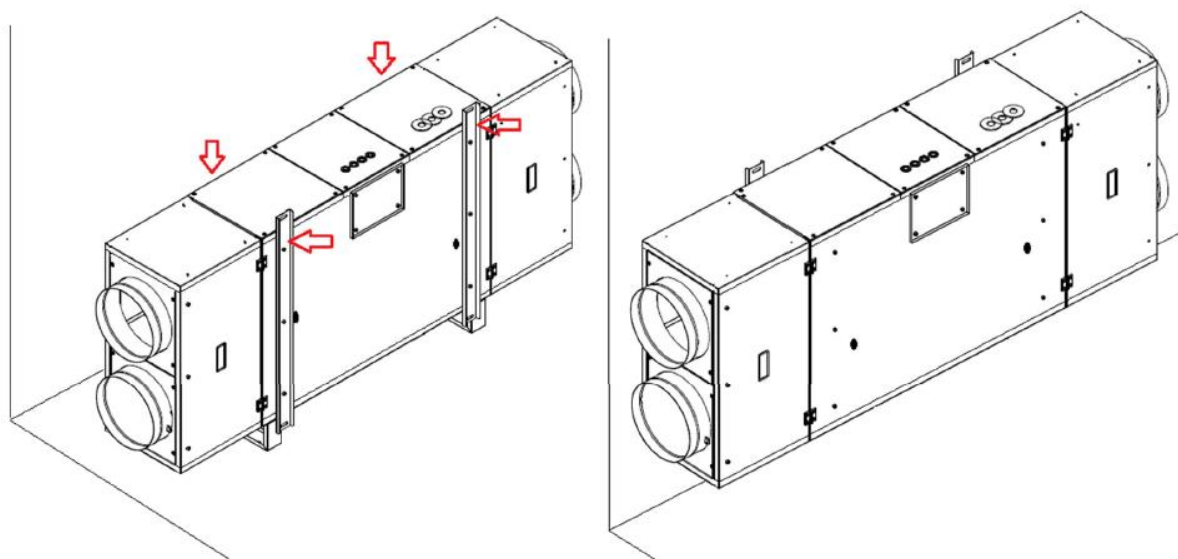
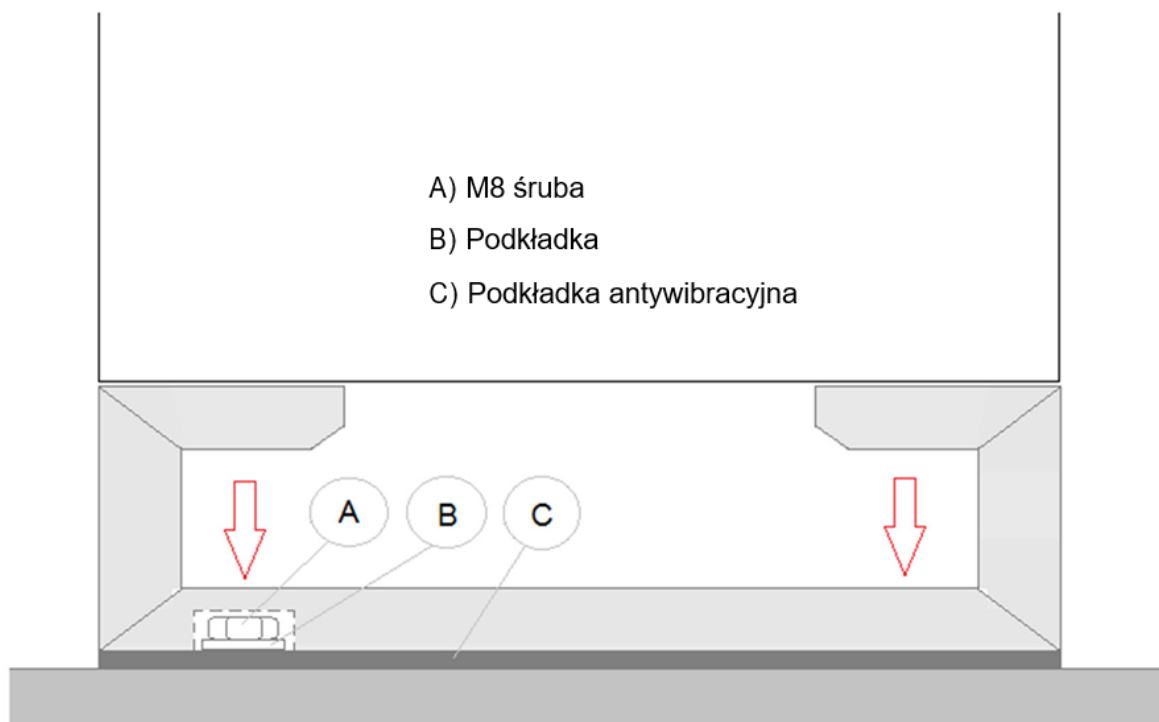

Fig. 8
Fig. 10
- Poniżej przykłady konfiguracji pionowej standardowej oraz z opcją montażu jednostki do ściany (z wyjątkiem modeli 3000 oraz 4000)- rys. 8
- W przypadku wersji pionowej należy przymocować nóżki do podłoża (lub do ramy wsporczej) oraz zastosować system antywibracyjny (**fig. 10**); Jeśli urządzenie przylega do pionowej ściany, sugeruje się również, aby zablokować górny wspornik (**patrz rys. 8**).